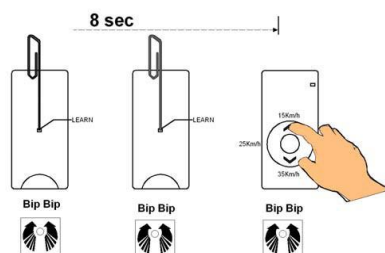

Fig. 4
- При натискане за 8 сек. зумерът пиука 2 пъти и моторът се движи в 2-те посоки и се влиза в режим промяна на скоростта на кабелно свързан датчик за вятър (15-25-35 kmh) Fig4